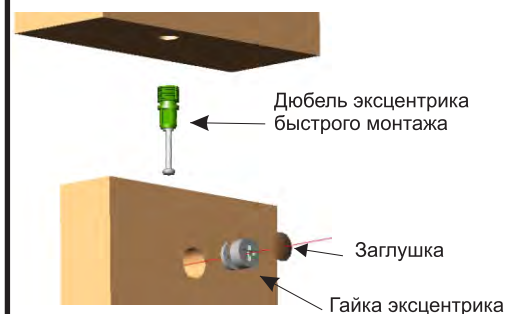
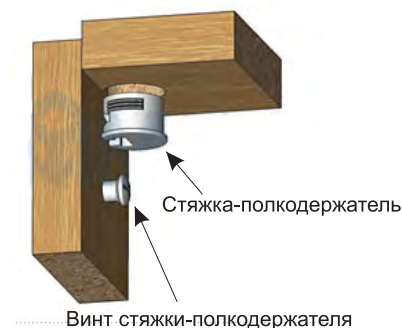

Рис. 2
Рис.3
Установите шканты (6) в отверстия d=8 мм низа B и топа A. Вставьте дюбель эксцентрика быстрого монтажа (4) в низ B и в топ A. Вкрутите дюбель (3) в отверстия диаметром 5 мм в боковинах C и H (для крепления полок G, K и задней стенки E, J). Установите стяжки полкодержателя (2) в соответствующие отверстия полок G, K и задней стенки E, J. Установите опоры (1) в отверстия в плоскости низа B. С помощью эксцентриковой стяжки (4,7) присоедините боковины C, H к низу B и топу A. Эксцентриковые гайки (7) с помощью отвертки затяните по часовой стрелке до фиксации (см. Рис.2). С помощью эксцентриковой стяжки (4,7) присоедините боковины C к топу A и низу B. В собранную конструкцию установите задние стенки и полки до фиксации (см. Рис.3). В эксцентриковые гайки (7) вставьте заглушки (5), а заглушки (9) в неиспользуемые отверстия боковины H. Отрегулируйте опоры (1) по высоте при помощи шестигранного ключа. При необходимости, узкое отделение можно использовать в качестве гардероба, для этого необходимо установить выдвигающую штангу (8) на нижнюю плоскость верхней полки K, либо на нижнюю плоскость топа A.